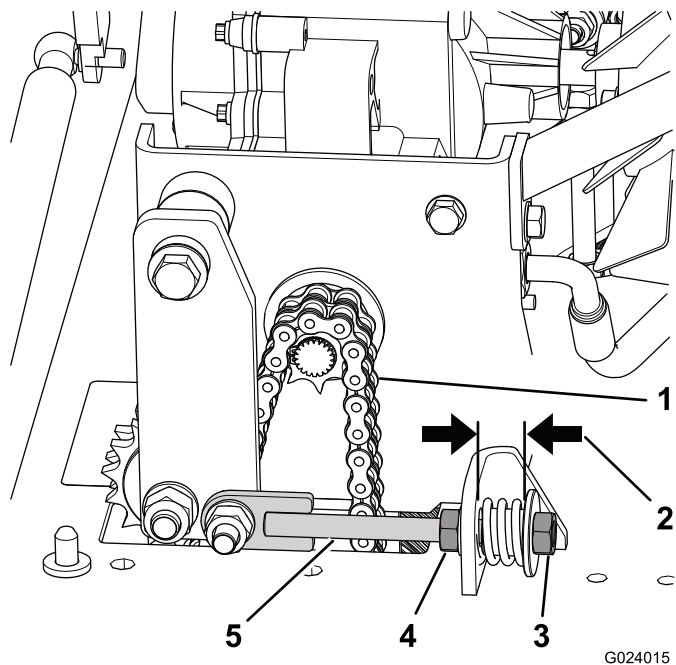

图36
- 拧松张紧装置杆上的锁紧螺母（图36）。
- 拧松或拧紧拉紧螺母，直到隔片与固定支架之间的距离等于 19mm；请参阅 图36。